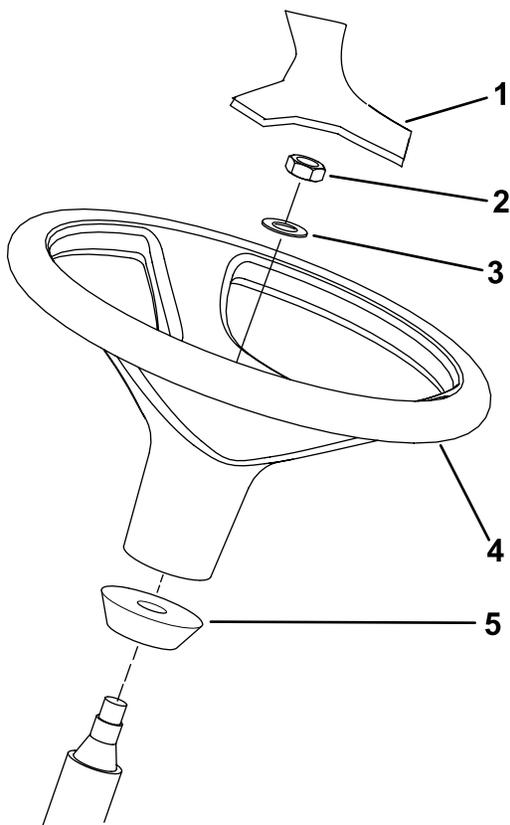

图 14
1. 从运输托架上卸下方方向盘图 14。
**注意** 确保泡沫环保留在转向轴上图 14。
3. 将方向盘和垫圈滑入转向轴图 14。
5. 安装方向盘的盖子图 14。